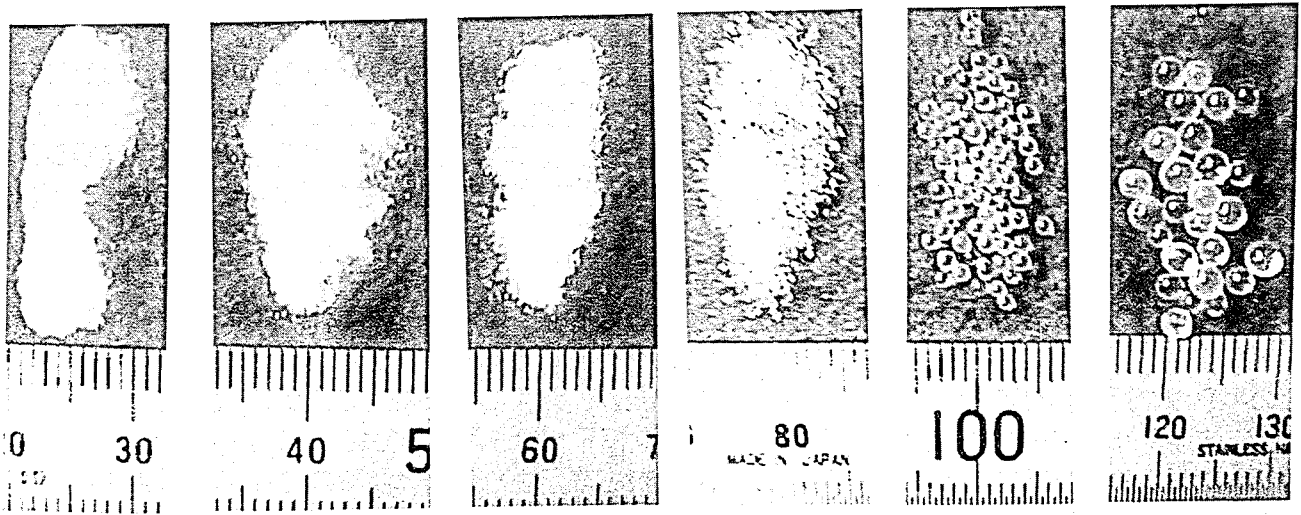

図 2 粒径の異なるガラスビーズ (左から 0.05, 0.1, 0.2, 0.5, 1.0, 2.0mm)
0.5mm, 1.0mm, 2.0mm, 5.0mm の 5 個所で, したがって 6 段階に分類される. 粒度ゲージのガラスビーズはここでは 0.05mm, 0.1mm, 0.2mm, 0.5mm, 1.0mm, 2.0mm である (図 2). これらを基準として肉眼で両者を比較することにより, 絶対的な粒度の判定が非常に容易になる. この方法では, 一粒一粒を判定するというよりも粒粒の集団としての視覚的な情報をバイオセンサーとしての人間が判定するというものである.